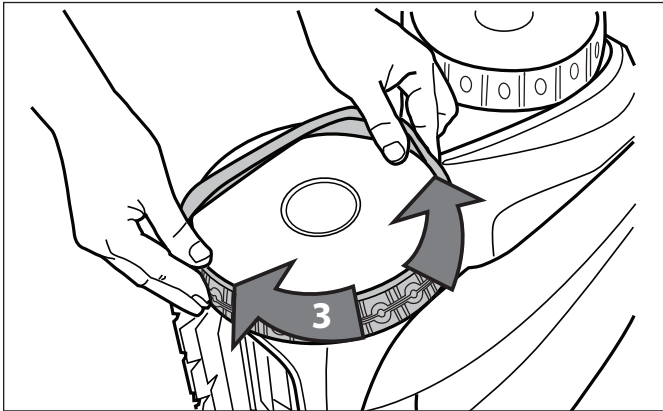

Figura 40. Meta el neumático en la rueda
5. Meta el neumático en la rueda y verifique que la costilla de la llanta este en la posición correcta con la ranura de la rueda. Vea la Figura 40.